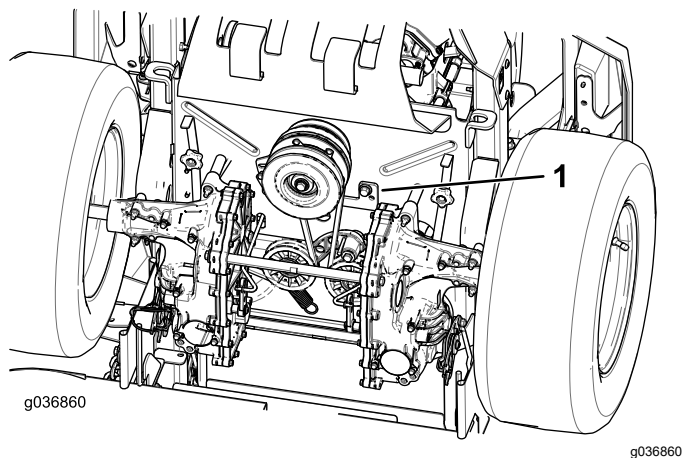

Figure 56
5. Déposez la butée d'embrayage (Figure 56).
9. Reposez la butée d'embrayage (Figure 56).